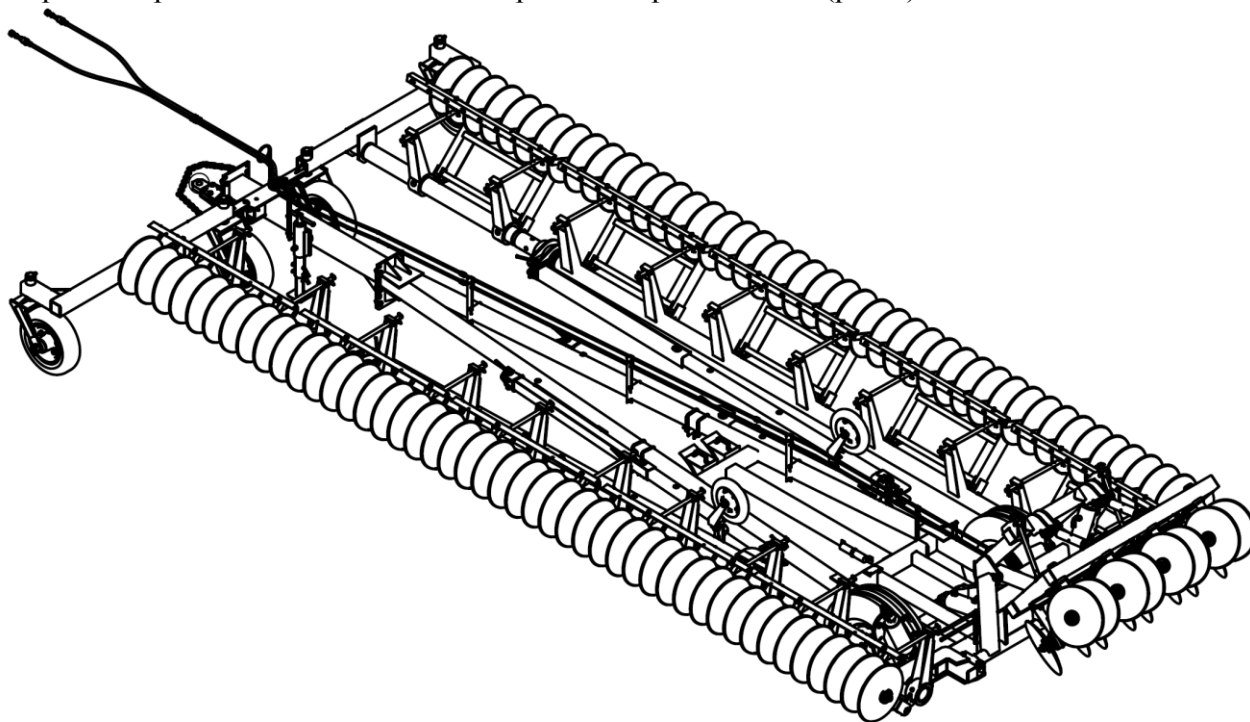
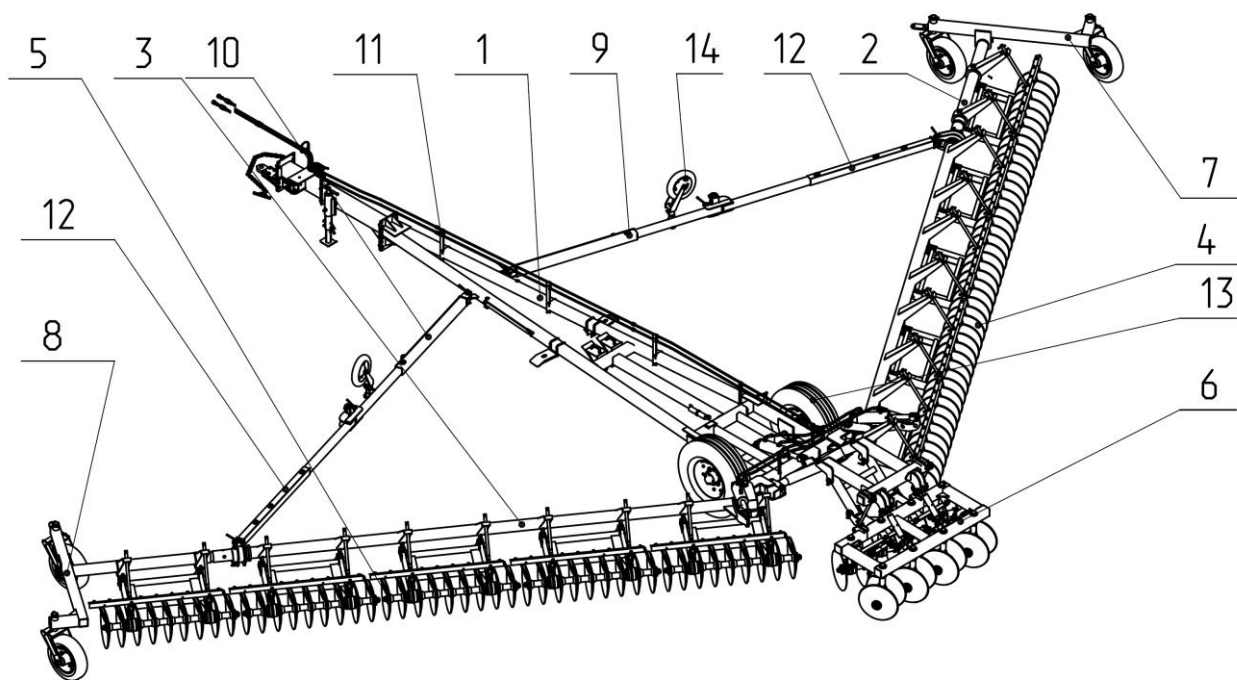

РИС. 1 Лущильник дисковый гидрофицированный ЛДГ15К
РИС.2 Луцильник дисковый гидрофицированный ЛДГ15К
2.1 Лущильник (Рис.1,2) представляет широко-захватную прицепную машину с двусторонним расположением дисковых рабочих органов 1 и 7 (рис.2).
2.2. Лущильник (Рис.2) состоит из снечи 1, предназначенной для присоединения лущильника к тяговому средству и опирающейся на ходовые колеса. К снице справа и слева шарнирно присоединены брусья 2 и 3 с рабочими секциями 4 и 5. Между брусьями к снице шарнирно присоединена центральная секция 6. Брусья опираются на колесные пары 7 и 8. Брусья соединены со сницей растяжками 9 и 10, при помощи которых устанавливается угол атаки.